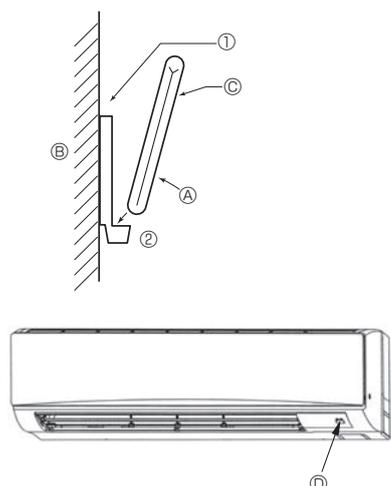
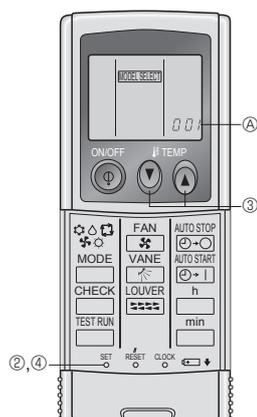

Fig. 6-2
Fig. 6-3
2) Metodo di installazione (Fig. 6-2)
① Attaccare il supporto del comando a distanza nel punto desiderato usando due viti autofilettanti.
② Inserire l'estremità inferiore del comando a distanza nel supporto.
3) Impostazioni (Fig. 6-3)
① Inserire le batterie.
② Premere il pulsante SET un po' appuntito sull'estremità.